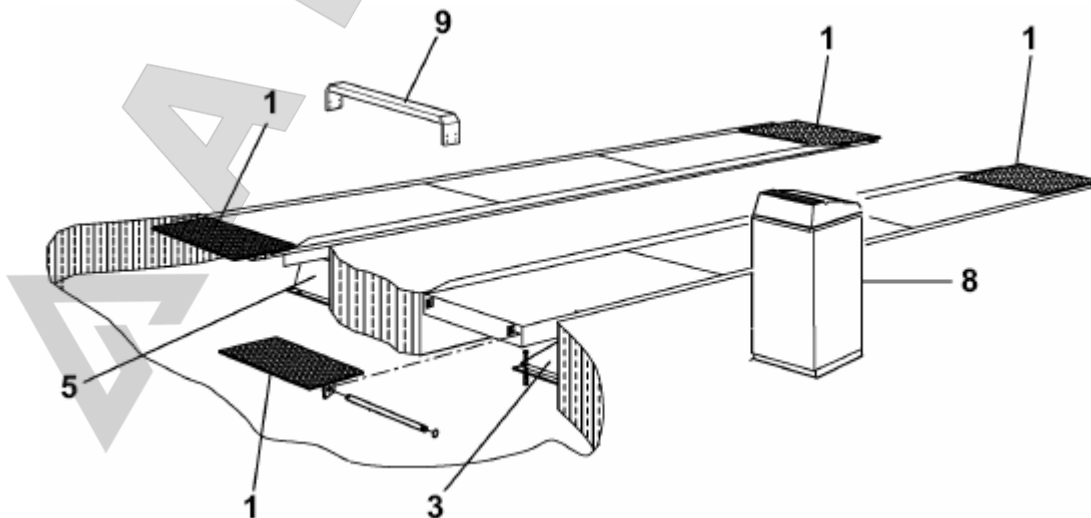

Рис. 36
**К Рис. 36 –** Установка противооткатных устройств (1).